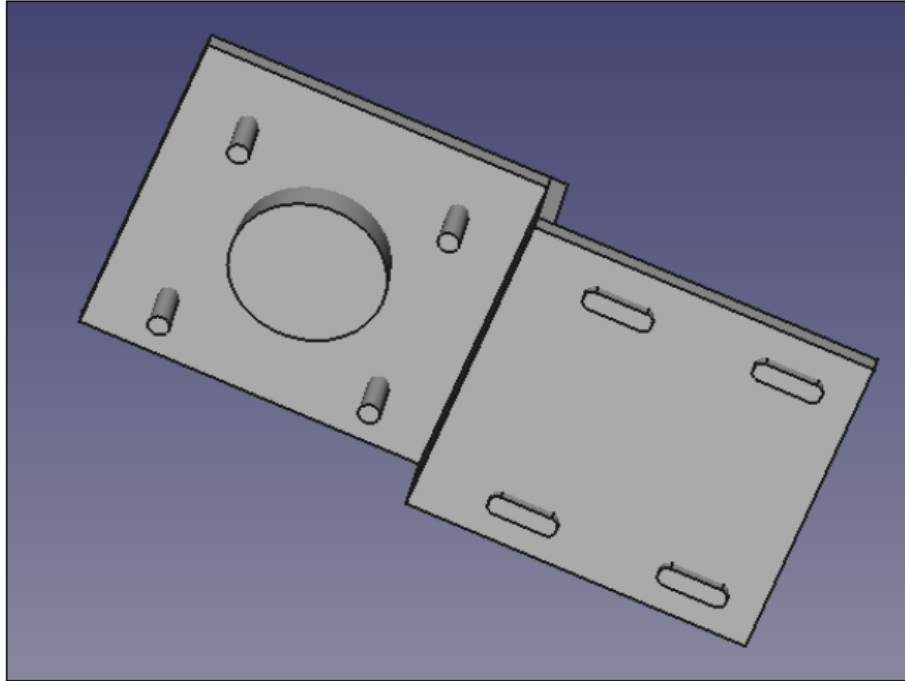

Рисунок 65 – Деталь 5 з видавлюванням
2. Створіть об'єкт з вирізкою – деталь 5 (рисунок 65).